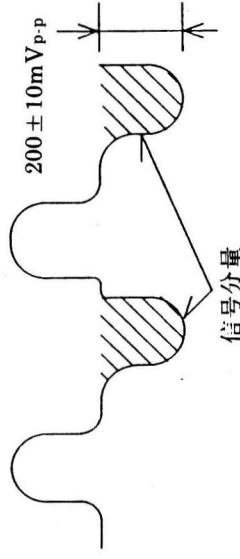

图 47
- 注: ① TP201、VR201 位于 CCD 驱动电路板;
- ② 在上述调整之前,调节光圈控制 VR301,使在 TP1 的电平为 $300 \pm 10\text{mV}$ 。
- 步骤: ① 拍摄 J 卡,将景物聚焦于镜头上;
- ② 连接示波器至 TP201;
- ③ 调节 VR202,使信号电平为 $200 \pm 10\text{mV}_{\text{p-p}}$,如图 47 所示。